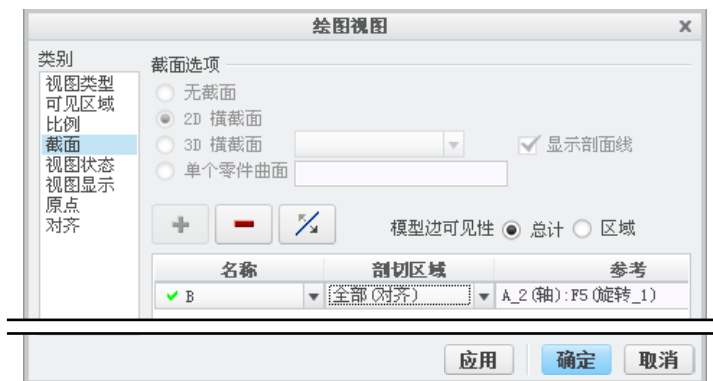

图 3.8.47 “绘图视图”对话框
(1) 在图 3.8.47 所示的对话框中，选取 **类别** 区域中的 **截面** 选项。
(2) 将 **截面选项** 设置为 ☒ **2D 横截面**，将 **模型边可见性** 设置为 ☒ **总计**，然后单击 按钮。
(3) 在 **名称** 下拉列表框中选取剖截面 **B**（B 剖截面是偏距剖截面，在零件模块中已提前创建），在 **剖切区域** 下拉列表框中选取 **全部(对齐)** 选项。